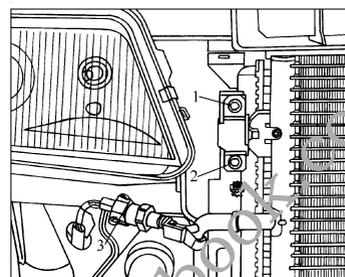

图 2-8 拆下冷凝器
16) 拧下冷凝器固定螺栓 1 和 2 (图 2-8)。
7) 拔下空调低压开关 F73 的插头 3 (图 2-8)。